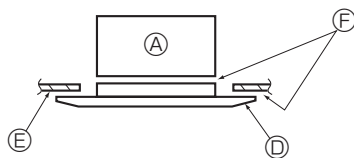

Fig. 5-8
- \* Убедитесь в отсутствии зазоров между основным блоком и решеткой, а также между решеткой и поверхностью потолка. (Fig. 5-8)